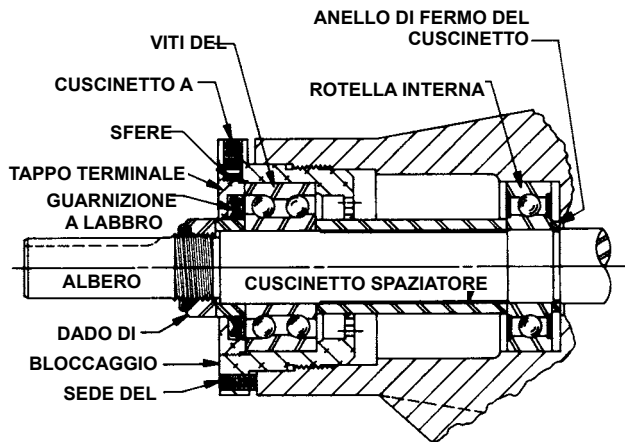

FIGURA 10
9. Per pompe di grandezza AS, AK e AL rimuovere il distanziale del cuscinetto dall'albero. Vedere Figura 10.
13. Per pompe di grandezza AS, AK e AL rimuovere l'anello di fermo del cuscinetto. **Vedere figura 10.**
16. L'assemblaggio del reggispinta nelle AS, AK e AL ha un tappo e una guarnizione a labbro che possono essere rimosse dopo aver allentato due viti nella flangia della sede del cuscinetto. Rimuovere il cuscinetto a sfere. **Vedere figura 10.**
NOTA: Le pompe di dimensioni AS, AK e AL non hanno un anello elastico, l'anello di fermo del cuscinetto deve essere montato sull'estremità dell'albero prima dell'assemblaggio del cuscinetto. **Vedere figura 10.**
14. Porre un distanziale del cuscinetto sull'albero e contro il cuscinetto a sfera singola nella camicia (pompe di dimensioni AS, AK e AL). **Vedere figura 10.**